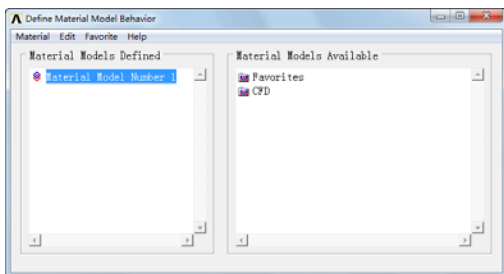
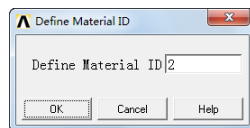

图 10-8 “Define Material Model Behavior”对话框
图 10-9 “Define Material ID”对话框
①依次选择 Main Menu→Preprocessor→Material Props→Material Models，会弹出“Define Material Model Behavior”对话框，如图 10-8 所示。
②在“Define Material Model Behavior”对话框中的“Material Models Available”列表中，单击 CFD→Viscosity，会弹出“Viscosity for Material Number 1”对话框，在 VISC 输入框中输入 1，单击“OK”按钮关闭该对话框。
③依次选择 Material→New Model...，会弹出“Define Material ID”对话框，如图 10-9 所示，在“Define Material ID”输入框输入 2，单击“OK”按钮关闭该对话框。